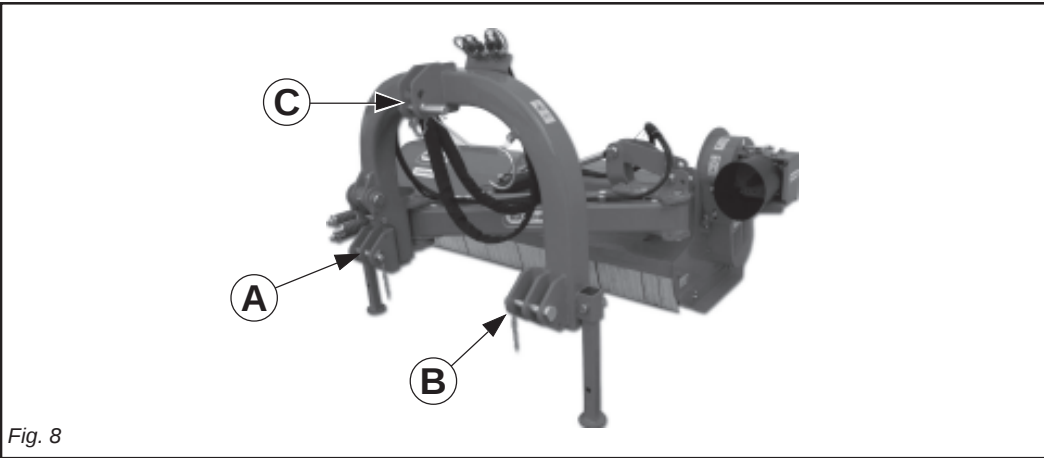

Fig. 8
Le piastre (A-B-C Fig. 8) vanno montate sempre e solo come illustrato in Fig. 8 con i fori posizionati anteriormente al tubo quadro.
- 1 - Accostare le barre del sollevatore ponendole all'interno delle piastre (A-B-C Fig. 8), inserire il perno nel foro predisposto e bloccare con le copiglie a scatto.
- 4 - Collegare il terzo punto superiore (C Fig. 8) ed effettuare una corretta regolazione con il tirante, verificando che il piano superiore della macchina risulti parallelo al piano terra. Ciò è molto importante allo scopo di
The plates (A-B-C Fig. 8) are always mounted only as illustrated in Fig. 8, with the holes positioned in front of the square tube.
- 1- *Near the lift bars, setting them in the most suitable plates (A-B-C Fig. 8). Insert the pin into the relative hole and lock in place with the snap-in split pins.*
- 4 - *Connect the upper third-point (C Fig. 8) and correctly regulate by means of the adjuster, checking that the upper surface of the machine is parallel to the ground. This is very important since it achieves parallelism between the axis of the machine and that of the tractor pto. When the implement operates in these conditions, there will be less stress on*
Les plaques (A-B-C Fig. 8) ne doivent être montées que comme illustré sur la Fig. 8 avec les trous positionnés à l'avant du tube carré.
- 1- Approchez les barres du relevage en les plaçant à l'intérieur des plaques les plus appropriées (A-B-C Fig. 8), introduisez l'axe dans le trou correspondant et bloquez par les goupilles à encastrement.
- 4 - Reliez le troisième point supérieur (C Fig. 8) et réglez correctement à l'aide du tirant. Assurez-vous que le plan supérieur de la machine soit pratiquement parallèle au terrain. Ceci est très important en vue d'obtenir
Die in Abb. 8 mit A-B-C angeführten Platten haben stets wie in dieser Abbildung 8 aufgezeigt montiert zu werden - d.h. die Lochungen werden vor das Flachrohr gesetzt.
- 1- *Die Lenker des Krafthebers annähern und in die am besten geeigneten Platten schieben (A-B-C Abb. 8). Den Bolzen in das Loch stecken und mit dem einrastenden Splint blockieren.*
Las placas (A-B-C Fig. 8) tienen que instalarse siempre y sólo como ilustrado en la Fig. 8, con los agujeros colocados adelante del tubo cuadrado.
- 1- Acercar las barras del elevador poniéndolas dentro de las placas más indicadas (A-B-C Fig. 8), introducir el perno en el orificio y bloquear con los pasadores de resorte.
- 4 - Conectar el tercer punto superior (C Fig. 8) y efectuar una correcta regulación con el tirante de regulación controlando que el plano superior de la máquina resulte paralelo al plano al nivel del suelo. Esto es muy importante para obtener paralelismo entre el eje de la máquina